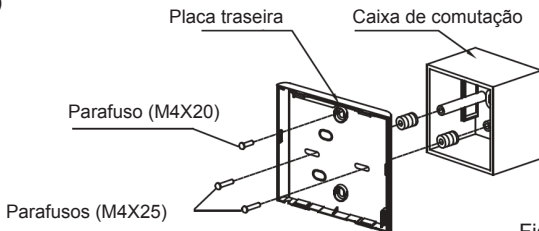

Fig 3-6
- Para montagem na caixa de comutação, apertar a placa traseira na caixa de comutação com 2 parafusos (M4x20) e apertar na parede com 1 parafuso (M4X20). (Fig 3-6)